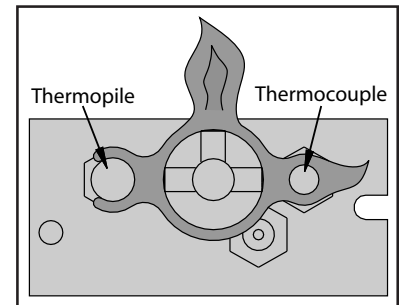

Figure 3: Flamme pilote
1. Arrêtez le gaz à la cheminée. **Si récemment fait, enlevez le verre et laissez l'unité aérer pendant au moins cinq (5) minutes pour dégager n'importe quel gaz.** Ouvrir le gaz au réchauffeur. Essai d'étanchéité tous les joints avec de l'eau savonneux. **N'EMPLOYEZ JAMAIS LA FLAMME NUE POUR L'ESSAI DE FUITE.**
2. Commencez le pilote en pressant le bouton de commande de gaz et en le tournant au PILOTE. Tout en tenant le bouton de commande de gaz dedans, pressez l'allumeur piézo-électrique plusieurs fois jusqu'à ce que le pilote commence. Tenez le bouton de commande de gaz dedans pendant 30 secondes. Vérifiez que le pilote a entièrement englouti le thermocouple (voyez Figure 3).
***REMARQUE :** Cet appareil est équipé d'un pilote à la demande qui, s'il reste inactif, s'éteindra après sept (7) jours consécutifs.